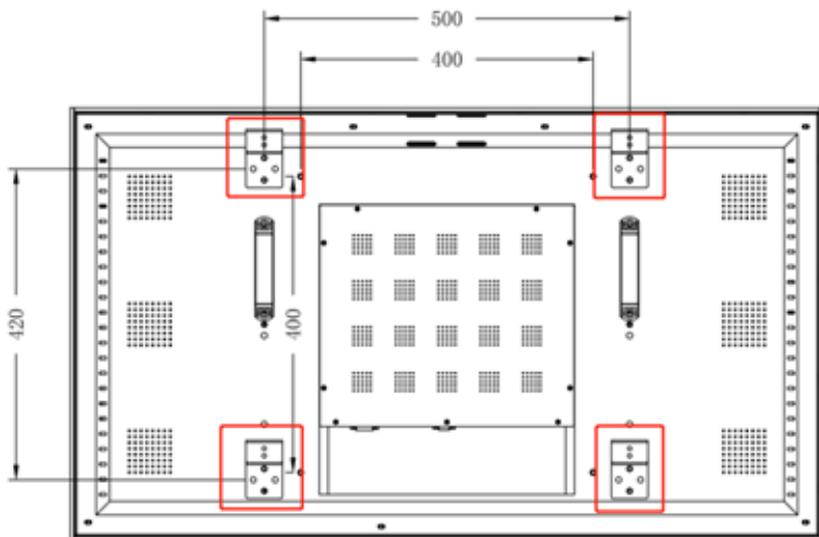

Рис. 2
2. Закрепите крюк в соответствующем положении сзади корпуса устройства с помощью винтов М6, как показано на рис. 2.